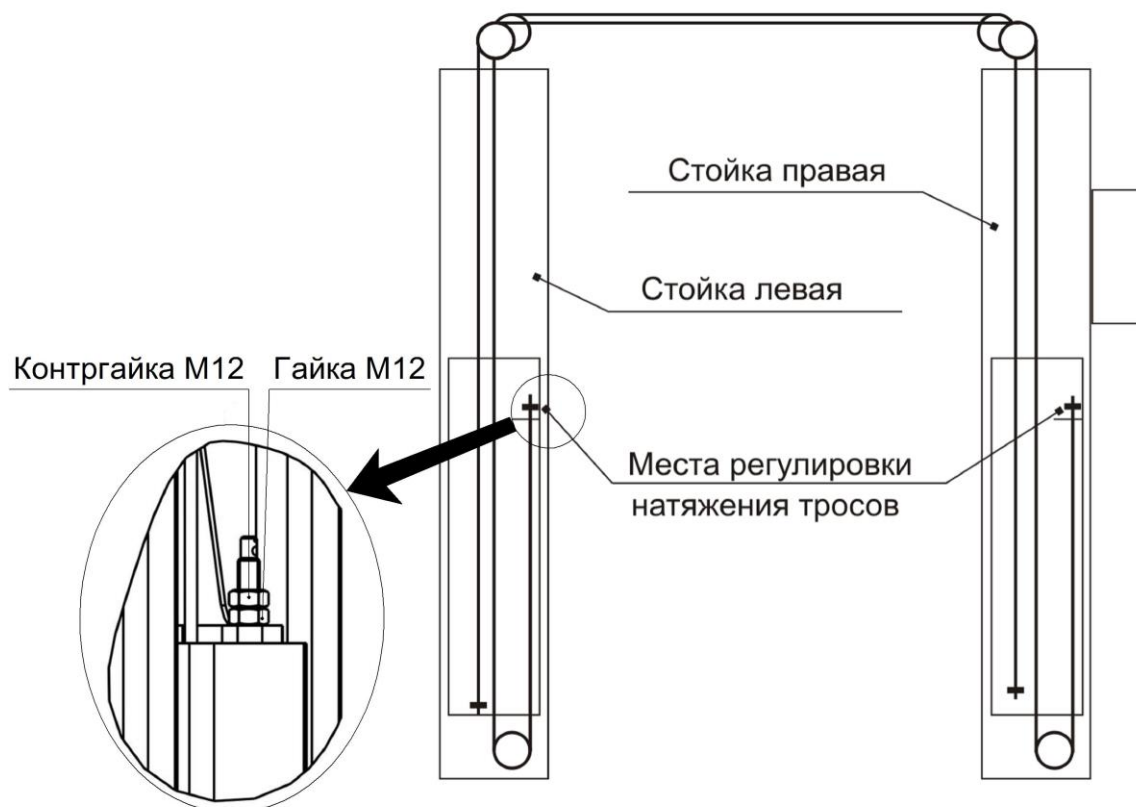

Рисунок 7 - Схема запасовки синхронизирующих тросов
6.7 Поднять погрузчиком или другими подъемными средствами каретки 4 и установить на защелки 14 (на высоте около 400 мм от пола). Установить тросы системы синхронизации кареток (см. рисунок 7). Для облегчения монтажа тросов в каретках использовать тонкую проволоку, продетую через отверстие в наконечнике троса, убедиться, что тросы расположены на блоках. Приподнять каретки 4 и рычагом 19 растопорив их опустить. Отрегулировать натяжение тросов, путем закручивания гаек М12, до одинаковой степени натяжения, затем законтрить. При чрезмерном натяжении тросов каретки движутся прерывисто. При недостаточном натяжении тросов одна каретка при движении может опережать другую.